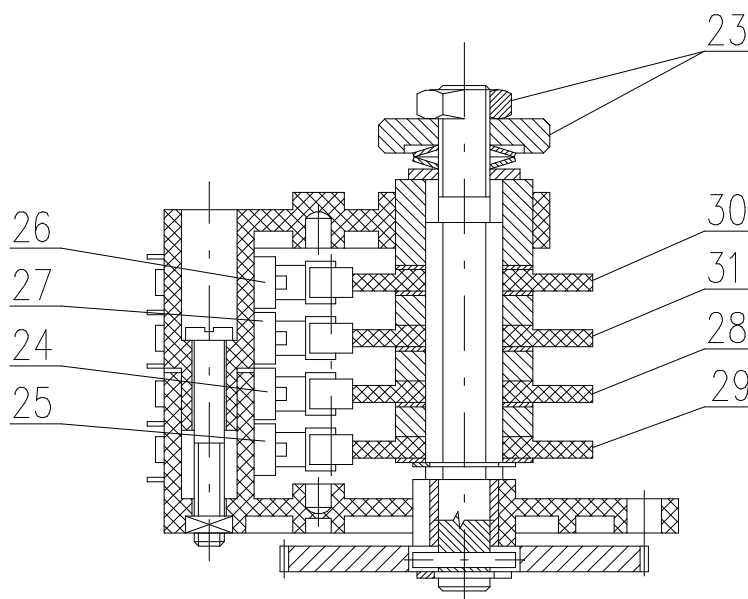

Рис. 4
4.2 Установка узла положения и сигнализирования (рис.4)
ЭП из завода-производителя установлен на жесткий ход (на основании спецификации), приведенной на заводской табличке. При установке, наладивании и перестановке ЭП поступайте следующим образом (рис.4):